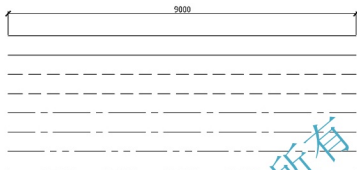

图 2.143 加载线型
- (1) 执行菜单栏中的【格式】|【线型】命令，打开【线型管理器】对话框，在【全局比例因子】文本框中输入“50”。
- (2) 绘制长度为 9000mm 的直线，向下偏移 500mm 生成其他直线。
- (3) 加载 HIDDEN、CENTER 及 PHANTOM2 线型后按图 2.143 所示要求更换线型。